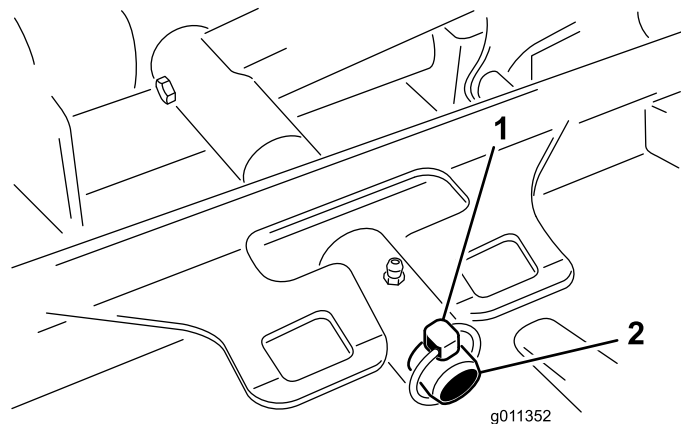

Figura 11
3. Retire el pasador de seguridad o la tuerca de retención (GM 4700 solamente) que sujeta el bastidor de tiro de la plataforma a la barra de giro del brazo de elevación (Figura 11).
3. Deslice el bastidor de tiro de la plataforma sobre el pasador de giro del brazo de elevación. Sujételo con un pasador de seguridad o una tuerca de retención (GM 4700 solamente) (Figura 11).